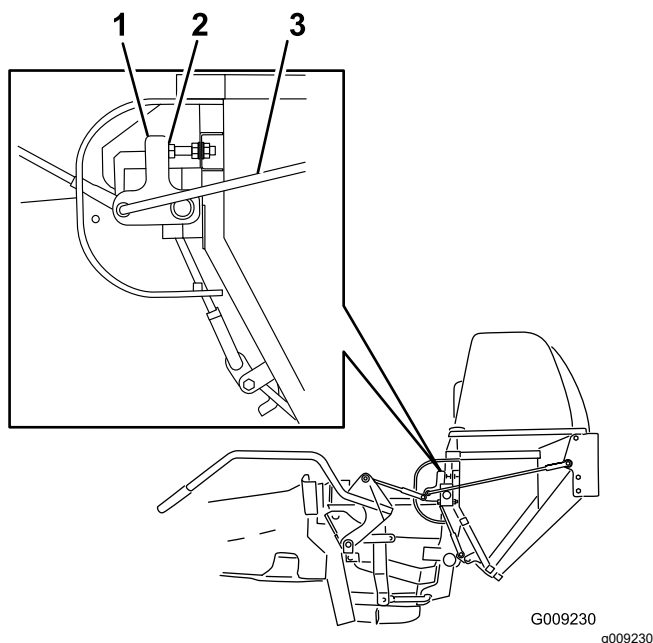

Figure 47
3. Fermez la trappe, desserrez les écrous et ajustez les boulons d'arrêt de sorte que le bras de contact soit droit et vertical (**Figure 47**).
4. Réglez la longueur des biellettes d'articulation pour assurer la fermeture complète de la trappe et à exercer une force raisonnable sur la poignée (**Figure 47**).